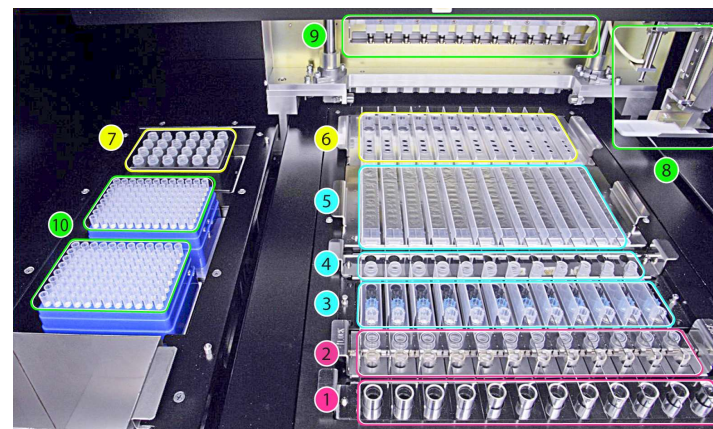

Figura 1: A área de carregamento do «ELiTe InGenius»
A Figura 1 mostra uma descrição geral do instrumento «ELiTe InGenius».
A Figura 1 mostra: Posição do tabuleiro do tubo principal (1), Posição do tubo de extração e do tabuleiro da tampa (2), Posição do tabuleiro da ponta (3), Posição do tabuleiro do tubo de eluição (tubo de eluição) (4), Posição do tabuleiro do cartucho de eluição (5) e posição do tabuleiro do cartucho de PCR (6), Posição do bloco do reagente de PCR e Controlo interno (gestor de inventários) (7), posições da amostra e de distribuição do reagente (8, 9), da caixa de desperdícios (lado inferior esquerdo) e das pontas (10).
6. Para confirmar que estão colocados na posição do gestor de inventário 7 (cf. página 10, Figura 1) reagentes suficientes para o número de testes selecionados, como indicado no ecrã, prima o botão "Next" (Seguinte).
7. Coloque tabuleiros de pontas suficientes na posição 10 (cf. página 10, Figura 1).
9. Coloque as cassetes de PCR indicadas na posição 6 (cf. página 10, Figura 1).
11. Coloque a(s) cassette(s) do cartucho de extração indicadas na posição 5 (cf. Página 10, Figura 1).
13. Coloque os "Elution Tubes" (Tubos de eluição) no suporte do tubo de eluição na posição 4 (ver página 10, Figura 1).
15. Coloque a quantidade de “Tip package” (Pacote de pontas) indicada na posição 3 (ver página 10, Figura 1).
17. Coloque a quantidade de “Extraction tubes” (Tubos de extração) indicada na posição 2 (ver página 10, Figura 1).